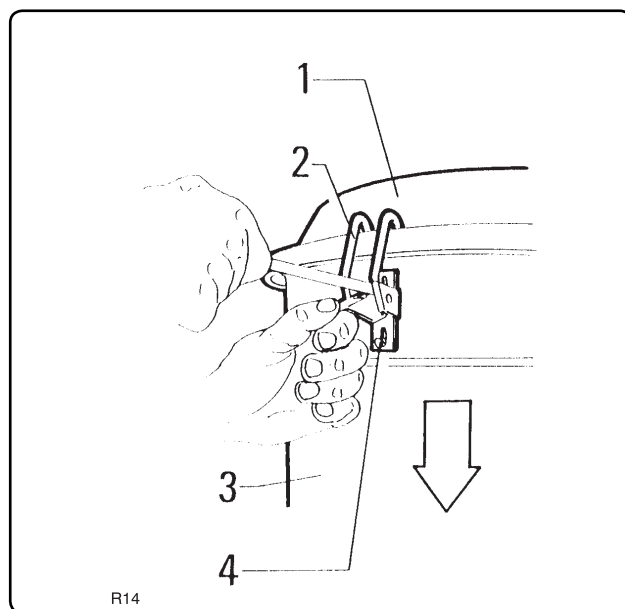

Fig. 7.5.2
7.5.2 - Kontrol af lågets pakning (fig. 7.5.2)